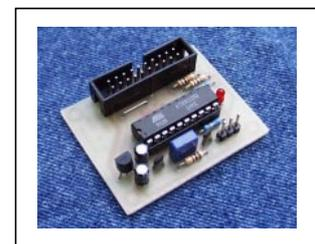

Abb. 2: Receive Modul
2. Das zweite Modul (Receive Module, vgl. Abb. 2) wird an den Empfänger wie ein Servo angeschlossen. Hier werden die vom Transmit-Modul kodierten Daten ausgewertet und ausgegeben. Ein zusätzlicher Ausgang liefert periodisch kurze Impulse, um z.B. eine Lampe als Blinklicht betreiben zu können. Das Empfangsmodul kann Ströme bis 20mA bei 5V schalten. Für mehr Leistung werden wahlweise ein oder zwei Leistungsmodule angesteckt.